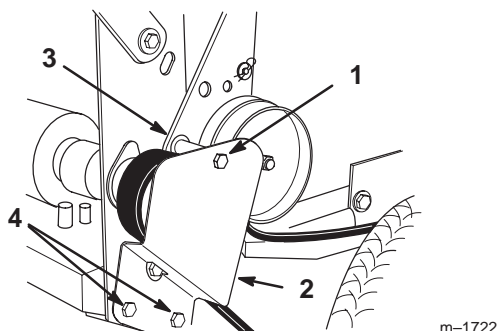

Figure 56
2. Enlevez la vis supérieure de fixation du support et de la patte de la poulie de tension sur le bâti arrière (Fig. 56).
3. Desserrez suffisamment les deux vis de montage inférieures pour permettre à la courroie de passer entre la poulie d'entraînement et le support de la poulie de tension (Fig. 56).